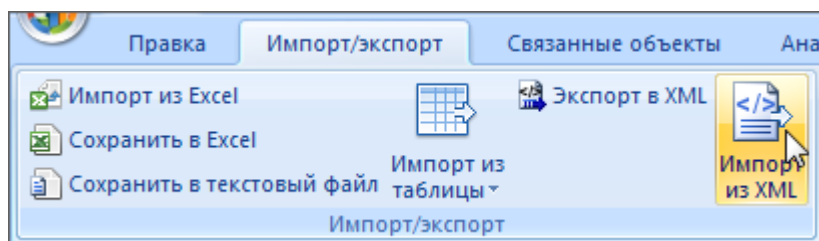

Рис. 27-38 – Импорт выполненных работ из XML файла
1) Выделить в рабочем окне «Выполненные работы» папку, в которую будут добавлены данные из файла, и нажать кнопку «Импорт из XML» панели «Импорт/экспорт» (рис. 27-38).